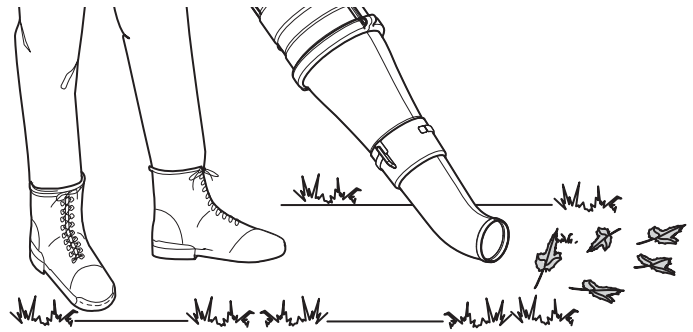

Fig. 7
- Utilisez la buse pour les endroits difficiles à atteindre, comme les coins dans un garage, ou pour contrôler la poussière dans un environnement poussiéreux (Fig. 7).